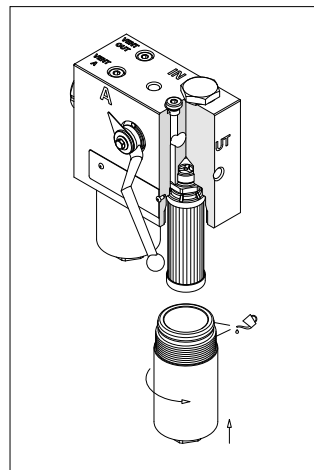

fig. 27
- (Fig. 27) Lubrificare il filetto e l'O-ring del contenitore, quindi avvitare il contenitore facendo riferimento alla tabella delle coppie di serraggio al paragrafo 3